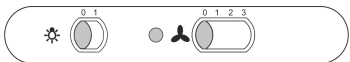

рис. 11
- Ползунковый переключатель (рис. 11).